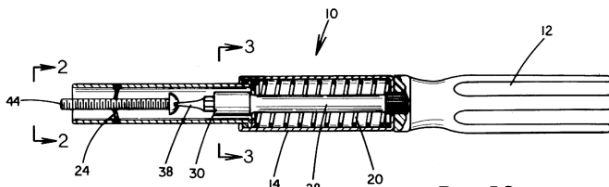

Рис.12
**Подпружиненная отвертка для закручивания длинных винтов** описана в патенте США 6128982 (2000 г.). Отвертка содержит рукоятку 12 (рис.12) с полой частью, в которой установлена цилиндрическая пружина 20. На стержне 28 имеется головка 30, в которую вставляется собственно отвертка 38. К рукоятке пристыкована полая трубка, в середину которой вставляется длинный винт 44 на держателе 24. По мере вкручивания винта пользователь должен нажимать на рукоятку. При сжатии пружины лезвие отвертки 38 опускается все ниже.